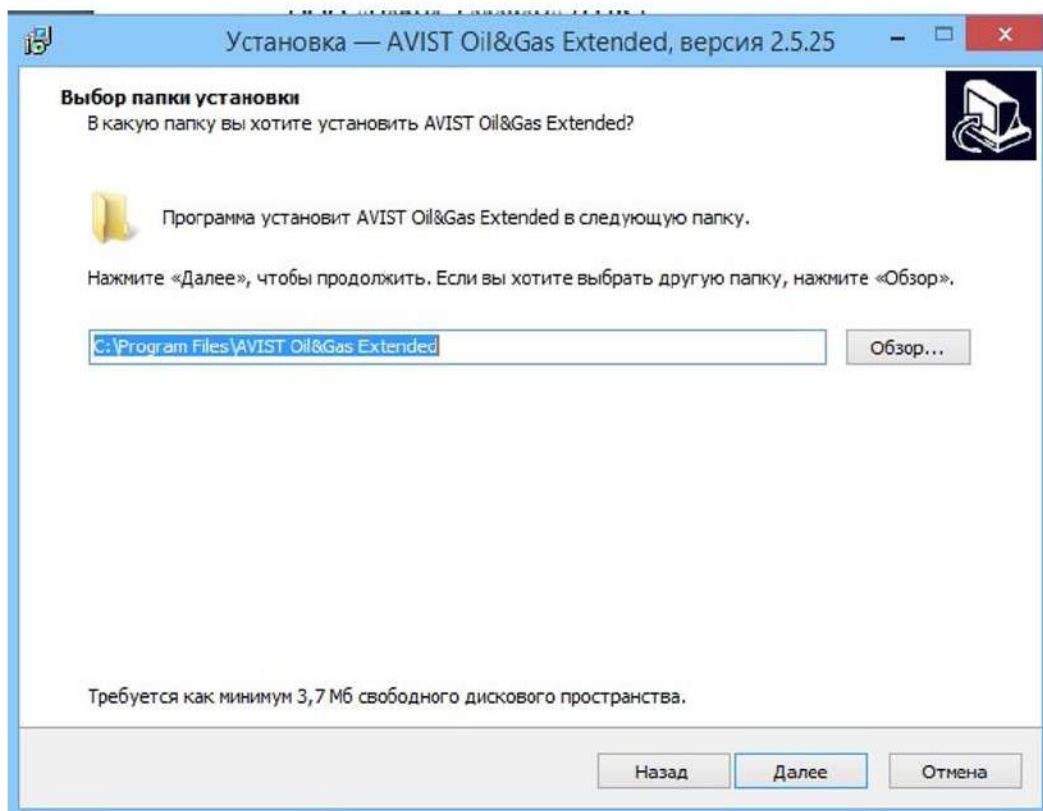

Рисунок 32 - Выбор папки установки
- 4) В следующем окне выбрать директорию, в которую будет установлен AVIST Oil&Gas Extended, директория определена по умолчанию, нажать кнопку «Далее» (Рисунок 32). Для изменения директория нажать кнопку «Обзор».